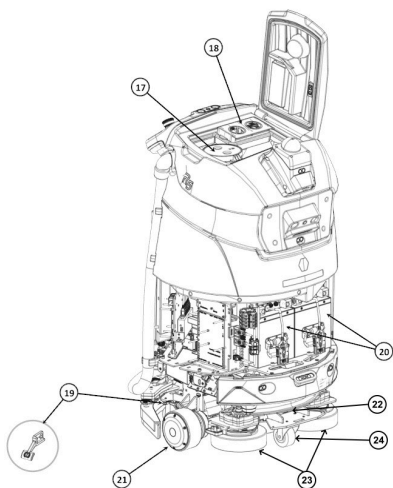

Fig. 3
17. Panier à débris (Fig. 3)
18. Filtre HEPA (Fig. 3)
19. Levier de sécurité (Fig. 3)
20. Batterie (Fig. 3)
21. Roue motrice (Fig. 3)
22. Filtre à eau (Fig. 3)
23. Tête de nettoyage (Fig. 3)
24. Roulette pivotante (Fig. 3)